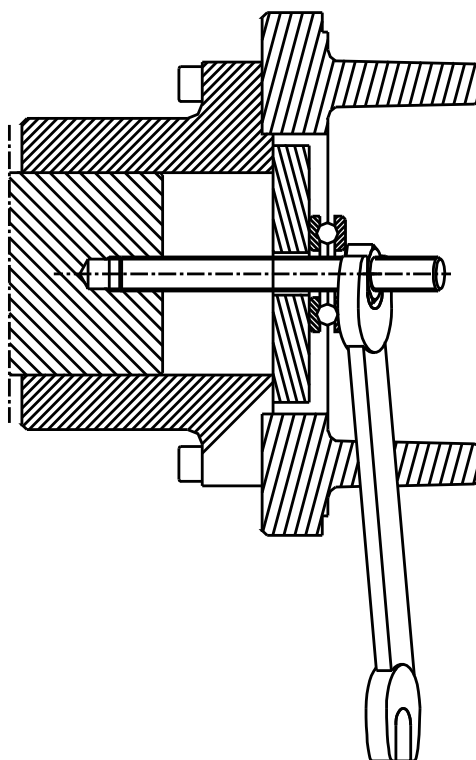

Figure 1: Montage des plateaux
- Il est à déconseiller de monter à coups de marteau les plateaux sur les bouts d'arbres, ceci pour ne pas abîmer les paliers. Ce montage s'effectuera de préférence à l'aide d'une tige filetée avec écrou et rondelle. Il suffit de visser cette tige dans le trou taraudé du bout d'arbre. Une butée à billes simplifiera beaucoup le travail (voir Figure 1: Montage des plateaux).